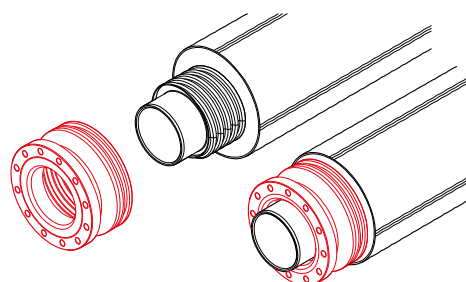

Рис. 4.6.2
2. Накрутить фланец на напорную трубу до упора (рис. 4.6.2).